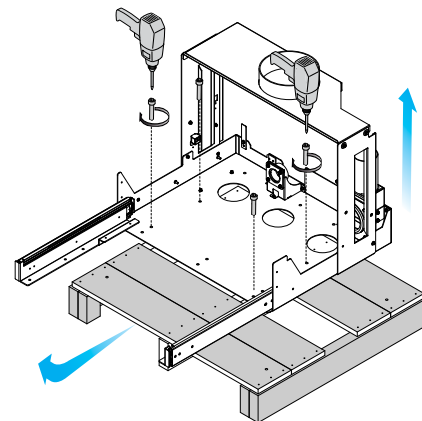

Abb. 6.1.7
- 7) Entfernen Sie die Befestigungsschrauben des Bodens und ziehen Sie die Palette heraus (Abb. 6.1.7).